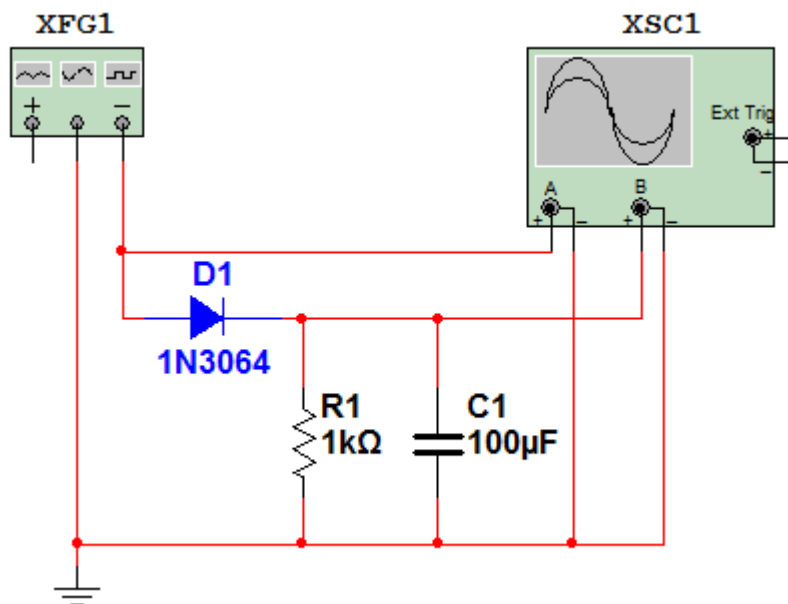

Рис. 2.5. Схема однополупериодного выпрямителя со сглаживающим фильтром
2) Исследовать работу однополупериодного выпрямителя со сглаживающим фильтром. Для этого собрать схему, приведенную на рис. 2.5, установить $C = 0,1$ мкФ, $R = 10$ кОм. Зарисовать осциллограмму выходного напряжения (пульсации) при том же входном сигнале.